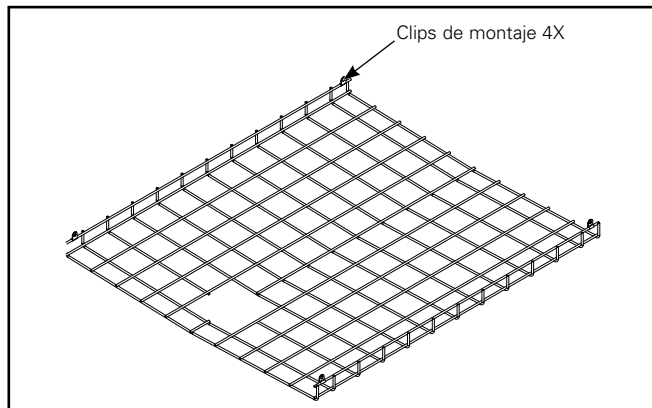

Figura 1.
- Instale los cuatro (4) clips de montaje del protector de cables en cada esquina del protector como se muestra en la (Figura 1).